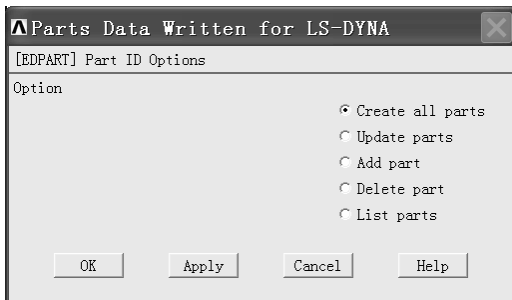

图 4-77 “Parts Data Written for LS-DYNA” 窗口
(1) 依次选择 Main Menu>Preprocessor>LS-DYNA Options>Parts Options, 弹出“Parts Data Written for LS-DYNA”窗口(见图 4-77)。